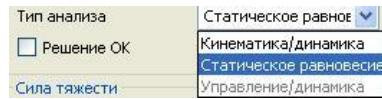

рис.3
- В окне *Тип анализа* также возможны разные варианты (рис.3). Анализ *Кинематика \ Динамика* мы неоднократно применяли. А вот про *Статическое равновесие* мы сейчас и поговорим. Это расчет устоявшегося состояния анализируемого механизма, в котором уже “затухли” все колебания, все переходные процессы.